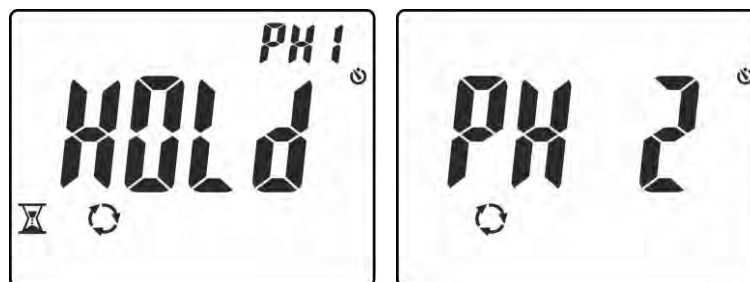

Abb. 12: Ermittlung der Phase L1 und Abwarten der Phase L2
4. In Bedingungen von korrekter Spannung und Frequenz, zeigt das Gerät die Meldung **"HOLD"**, die Symbole  und **"PH1"** und der Summer gibt einen kontinuierlichen Ton ab, und wartet auf die Ermittlung eines stabilen Spannungswerts auf der Phase L1 (siehe Abb. 12 – linke Seite).
5. **Entfernen Sie nicht die Messleitung von der Phase L1** bis zur Anzeige der Meldung **"PH 2"** blinkend im Display (siehe Abb. 12 – rechte Seite).